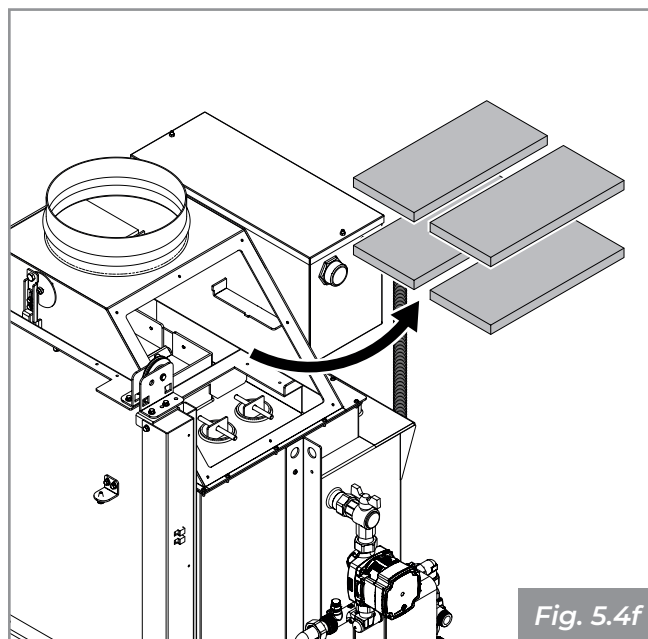

Fig. 5.4f
- Estrarre i quattro deflettori fumi in magnofix e rimuovere i residui di fuliggine **(Fig. 5.4f)**;